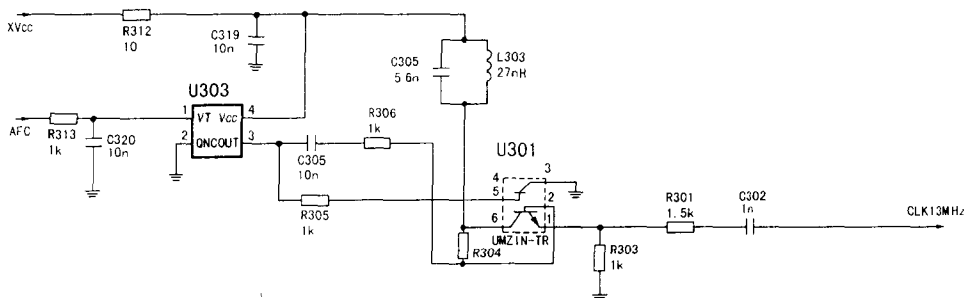

图 1-10 13MHz 时钟产生电路原理图
三星 SGH-A288 的 13MHz 晶振电路主要由 13MHz 晶振和 U301 放大模块等元件组成。其工作原理如图 1-10 所示，其电压由 XV_{CC} 提供进入晶振的第④脚，第①脚为 AFC 控制信号，产生的 13MHz 频率信号分别进入 U301 的第②脚和第⑤脚，经内部放大后，从第④脚输出的 13MHz 时钟频率信号用作锁相环集成电路的基准频率，第①脚输出的 13MHz 频率信号用作微处理器的系统时钟。